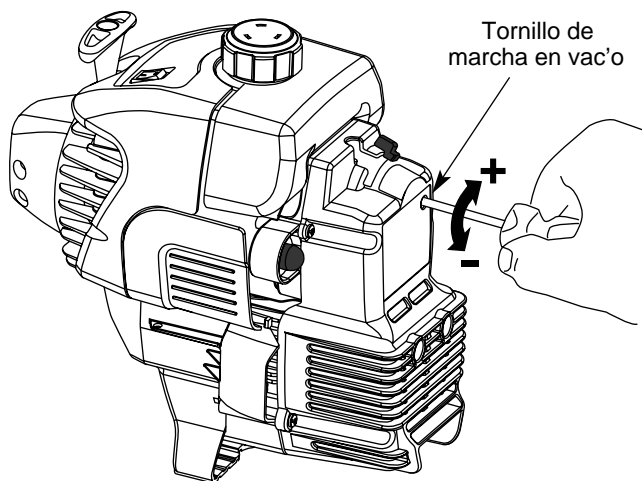

Fig. 27
La velocidad lenta del motor puede ser ajustada por la cubierta del silenciador / filtro de aire (Fig. 27).
2. Suelte el gatillo del regulador y deje que el motor funcione en marcha lenta. Si el motor se para, inserte un peque—o destornillador Phillips o de v†stago plano en el orificio de la cubierta del silenciador / filtro de aire (Fig. 27). Gire el tornillo de marcha lenta en sentido horario, de a 1/8 de vuelta por vez (segœn sea necesario) hasta que el motor funciona en m'nima.